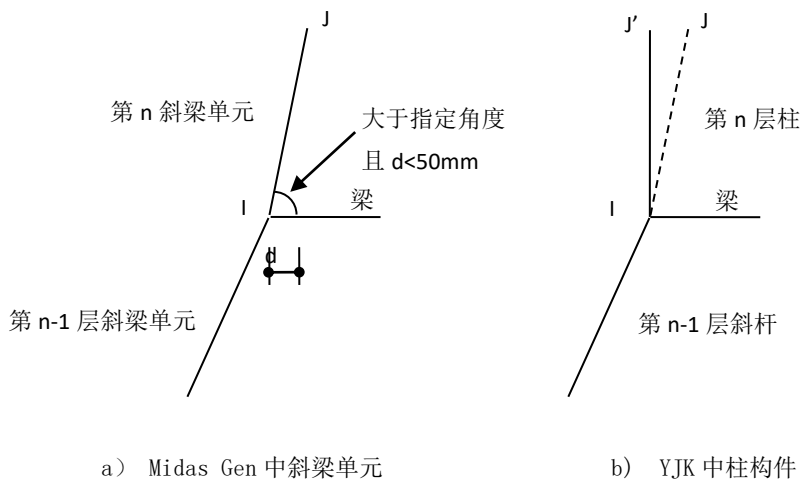

图 1.7 斜杆转入前后构件位置对比
(2) 斜角大于该角度 (与 xy 平面) 的杆件转柱:
与 xy 平面夹角小于等于该角度的杆件, 并且不满足 (1) 中条件时, 转入 YJK 之后, 属性为斜杆。与 xy 平面夹角大于该角度值且在 xy 平面上的投影长度小于 50mm 的杆件, 转入 YJK 后, 属性为柱, 杆件上节点的位置保持不变, 杆件下节点 z 坐标不变, x 、 y 坐标移成与上节点一致, 与下节点相连构件的端点也移动到新的节点 (如图 1.7)。